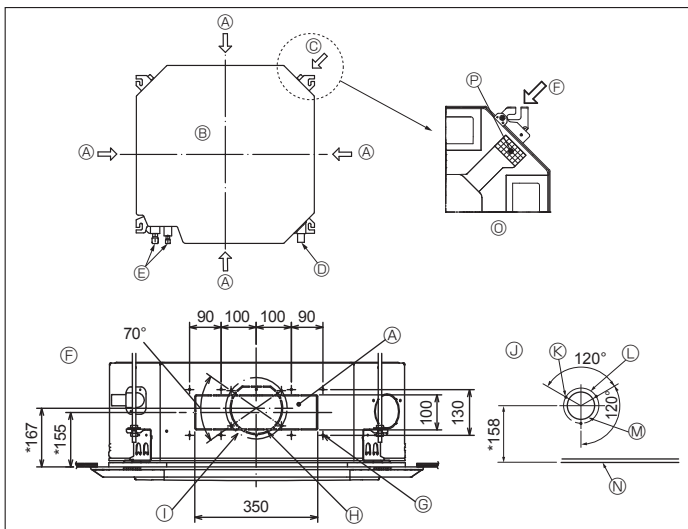

Fig. 3-4
3.4. Otwór na kanał odgałęziony i otwór na wlot świeżego powietrza (Fig. 3-4)
W razie potrzeby podczas montażu należy wykorzystać otwory na kanały (wycięte) umieszczone w miejscach pokazanych na Fig. 3-4.